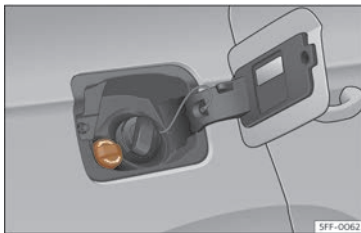

Fig. 196 Tap de la boca d'ompliment del dipòsit d'AdBlue.
- Obriu la tapa del dipòsit >>> **fig. 196**.
- Feu girar el tap de tancament de la boca d'ompliment d'SCR cap a l'esquerra >>> **fig. 196.**